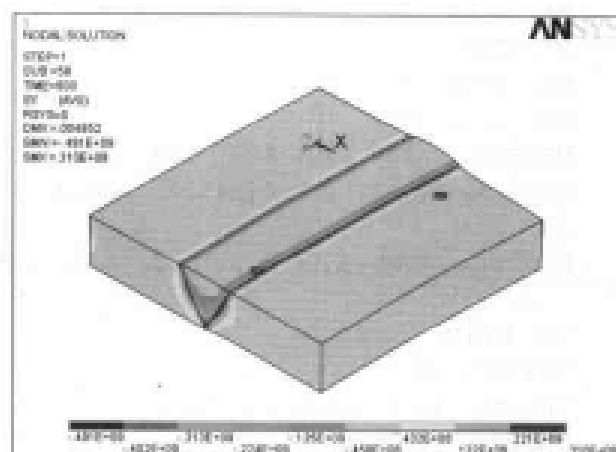

图 13-95 Y 方向应力等值线图
(7) 选择 Main Menu | General Postproc | Plot Result | Contour Plot | Nodal Solu 命令, 出现 Contour Nodal Solution Data 对话框, 选择 Nodal Solution | Stress | Y-Component of stress 选项, 单击 OK 按钮, ANSYS 窗口显示轴向应力场分布等值线图, 如图 13-95 所示。